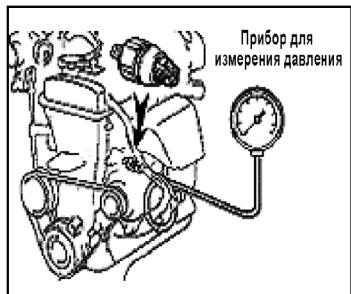

Рис. 81
4. Установите прибор для измерения давления масла (Рис.81). Запустите двигатель (двигатель должен быть прогрет);